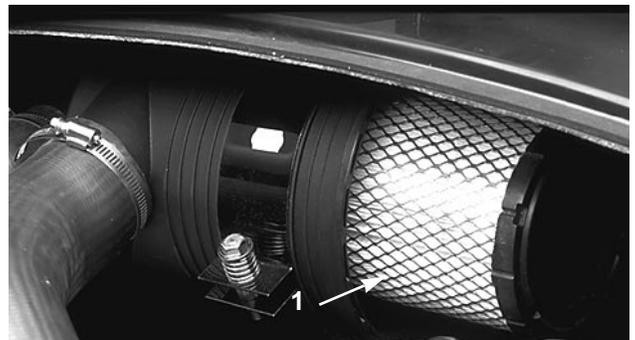

Bild 20
2. Den Filter (Bild 20) vorsichtig aus dem Luftfiltergehäuse schieben, um so wenig Staub wie möglich zu lösen. Anstoßen des Filters am Filtergehäuse vermeiden.